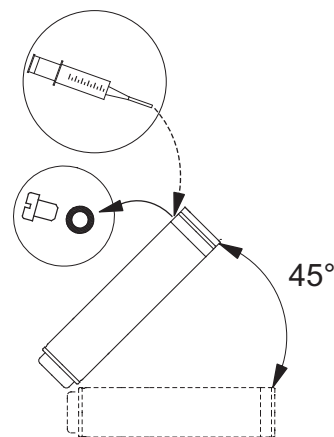

Fig. 3 Motorplacering under fyllning – MS6 och MS 6000
- Om motorn levereras från lager ska vätskenivån i motorn kontrolleras innan motorn monteras på pumpen. Se fig. 3.
- Kontrollera nivån i samband med service. Se fig. 3.
1. Placera den dränkbara pumpen enligt fig. 3. Påfyllningspluggen måste befinna sig vid motorns högsta punkt.
3. Spruta in vätska i motorn med en påfyllningsspruta (fig. 3) tills vätska rinner ut genom påfyllningshålet.